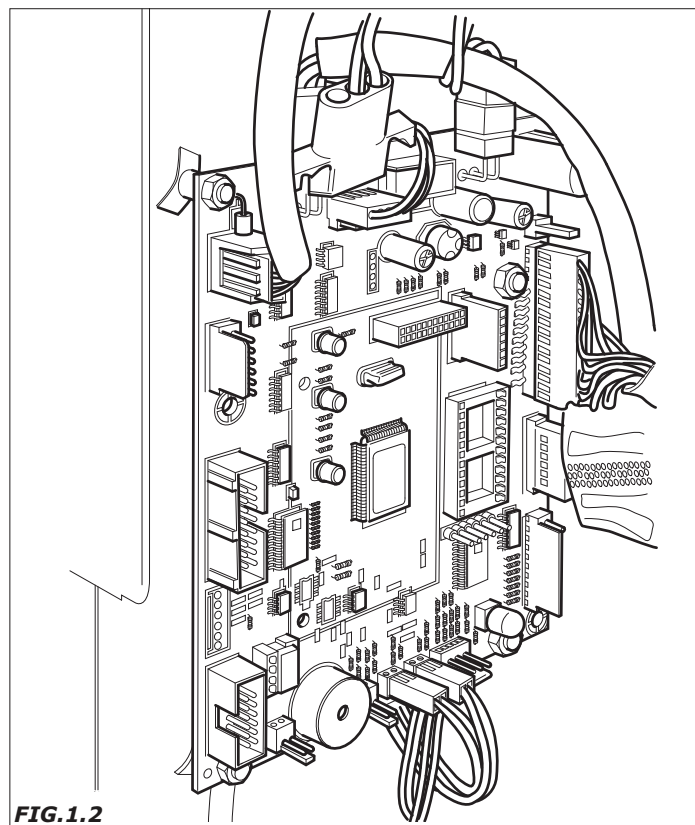

FIG.1.2
- Version du programme contenu dans le microprocesseur (étiquette adhésive sur le particulier montée sur la fiche Master et sur la carte Puissance) (figure 1.2).